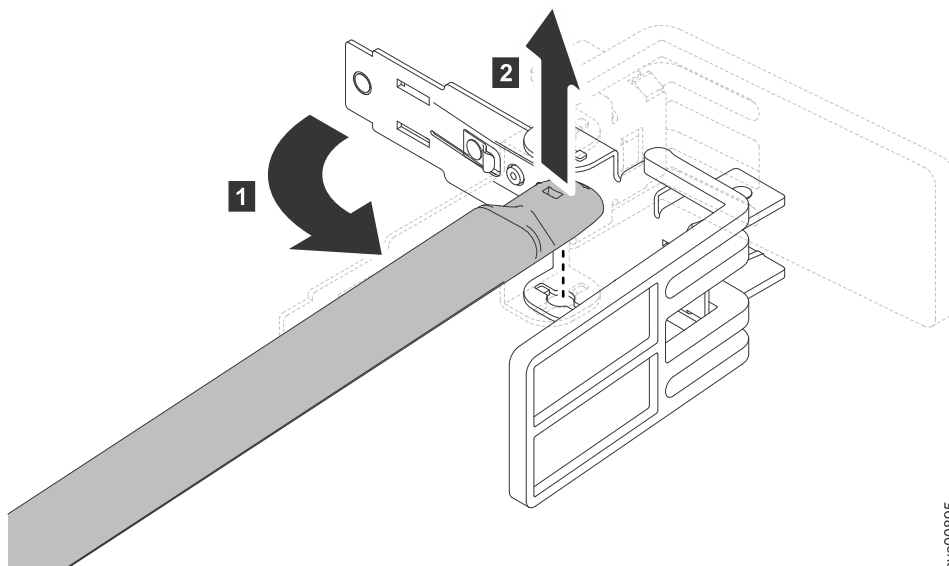

図 15. ケーブル・マネジメント・サポート・アームの停止金具からの切り離し
8. 図 15 に示すように、サポート・アームのもう一方の端を停止金具から切り離します。